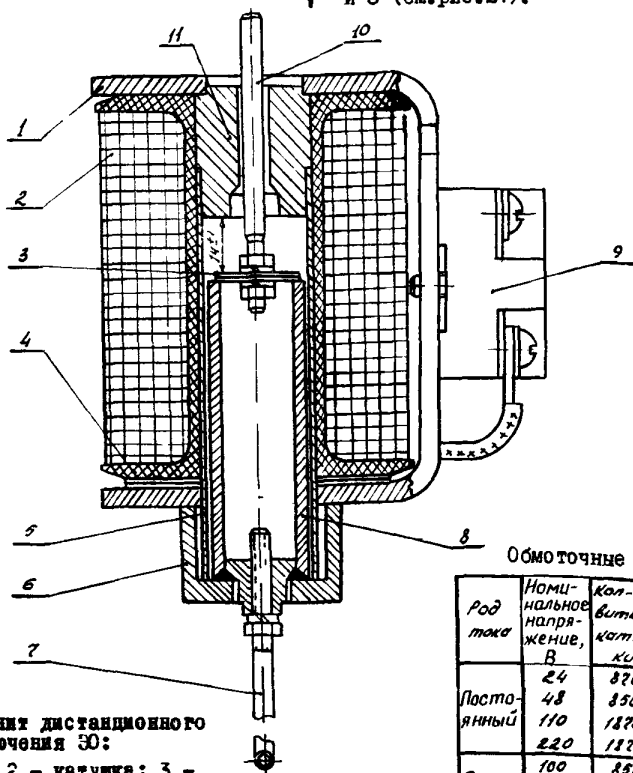
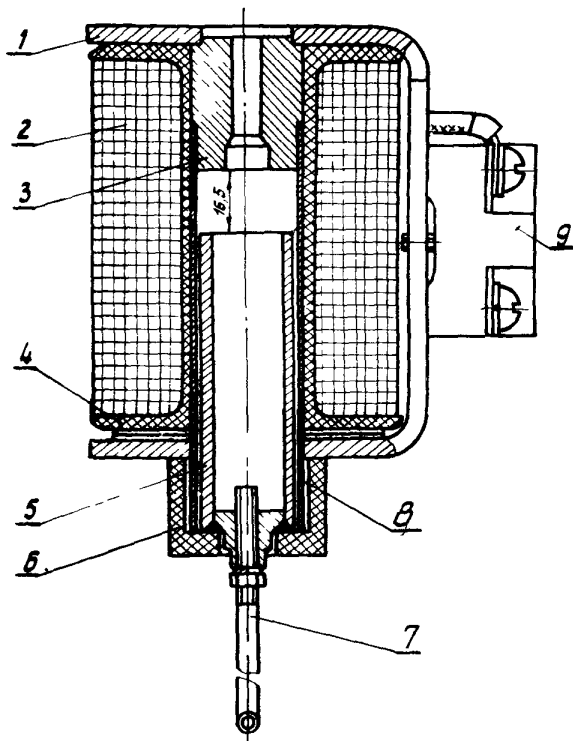

Рис.26. Электромагнит дистанционного отключения 30:
Рис.27. Электромагнит дистанционного включения:
20.1. Проверить легкость хода сердечников 8 (рис.26) и 5 (рис.27) и штока 10 (см.рис.26). Заедания не допускаются.
20.2. Проверить величину хода указанных сердечников до контрольных полюсов II (см.рис.26) и 3 (см.рис.27).
20.3. Отсоединить тяги 7 (см.рис.26), ослабить гайки и вывинчиванием или вывинчиванием тяги в сердечнике 8 отрегулировать ход сердечника. После регулировки тяги застопорить гайками. При необходимости (после измерений параметров катушки) замену катушки 2 на электромагните отключения произвести согласно переходам 4-5.
магнита включения производятся аналогично переходам 3-5 согласно рис.27.